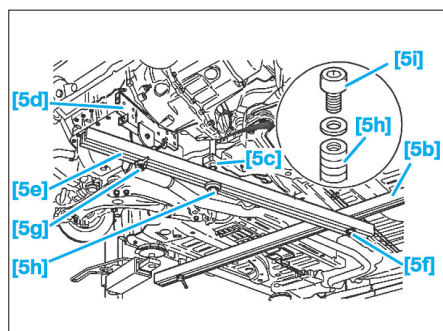

Fig. 10
- Serrer la vis (18).
- Le support [5d] sur la barre longitudinale [5e] à l'aide de la vis [5g] (Fig.10),